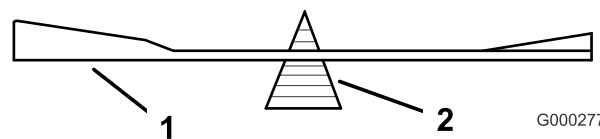

Figura 111
- Verifique o equilíbrio da lâmina colocando-a num equilibrador de lâminas (Figura 111).